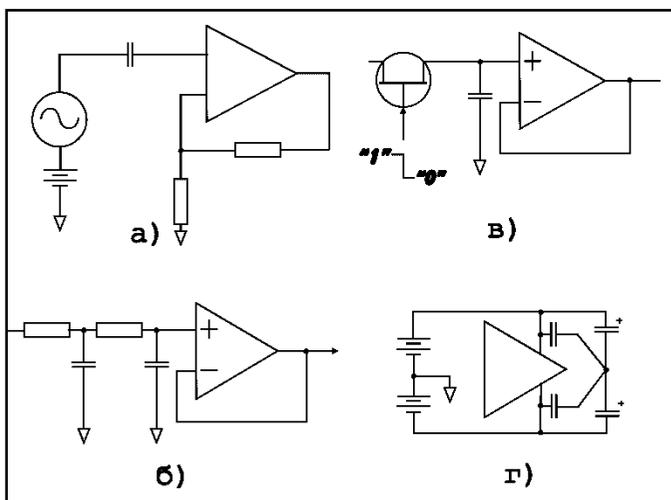

Рис.1. Примеры использования конденсаторов
- для связи по переменному току, включая шунтирование (передача переменного сигнала с фильтрацией постоянной составляющей) (рис. 1а);
- блокировочные ( фильтрация переменного сигнала, наложенного на постоянный, или фильтрация высоких частот, наложенных на сигнал низкой частоты в сигнальных схемах, контурах опорного напряжения или питания) (рис. 1в);
- активные/пассивные RC фильтры и частотно — избирательные схемы (рис. 1б);
- аналоговые интеграторы и схемы выборки — хранения (накопление и хранение заряда) (рис. 1г).